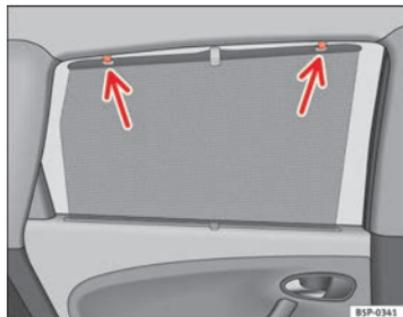

Abb. 83 Sonnenschutzrollo Hintertür
- Ziehen Sie das Rollo aus und hängen es in den Haken am oberen Türrahmen ein ⇒ Abb. 83. ■